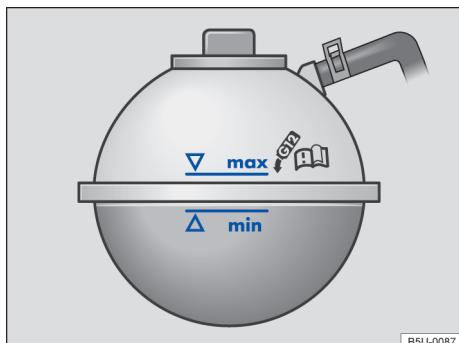

Fig. 129 No compartimento do motor: marcação no reservatório de expansão do líquido de arrefecimento do motor.
- Com o motor frio, verificar o nível do líquido de arrefecimento do motor pela marcação lateral do reservatório → Fig. 129.
- Reabastecer somente com líquido de arrefecimento do motor **novo** e de acordo com a especificação da Volkswagen (→ Página 171) → ①.
- O nível do líquido de arrefecimento do motor deve permanecer dentro da marcação do reservatório → Fig. 129. **Não completar acima da marca "max"** → ①!
- Se em caso de emergência não houver à disposição o líquido de arrefecimento do motor dentro da especificação exigida, não utilizar nenhum outro aditivo do líquido de arrefecimento do motor! Em vez disso, completar somente com **água XYgHUXU** → ①. Depois disso, a mistura com a proporção correta de aditivo do líquido de arrefecimento do motor → Página 171 deve ser reestabelecida o mais rápido possível.
- Completar com líquido de arrefecimento do motor somente até a marca "max" → **Fig. 129**. Caso contrário, ao aquecer-se, o líquido excedente será expulso do sistema de arrefecimento do motor e poderá causar danos.